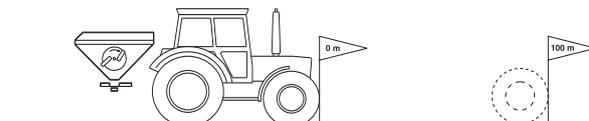

Рис. 23
- Отмерьте на поле контрольный участок (точно 100 м). Обозначьте начальную и конечную точки контрольного участка (Рис. 23).